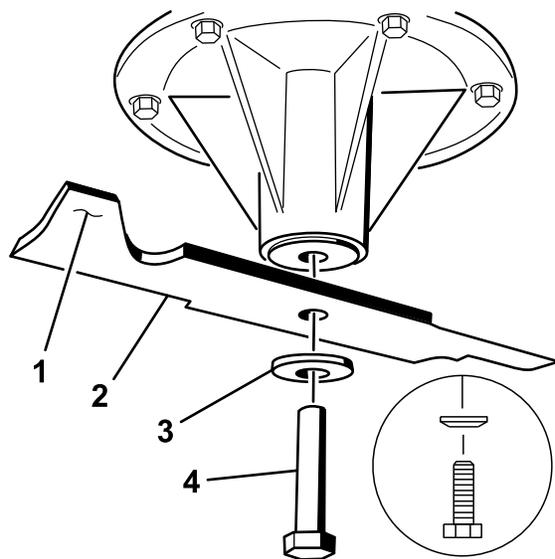

Рисунок 83
2. Установите нож на шпindel (Рисунок 83).
3. Установите изогнутую шайбу и болт ножа (Рисунок 83).
**Примечание:** Изогнутую шайбу необходимо установить так, чтобы ее конусная часть была обращена к головке болта (Рисунок 83).